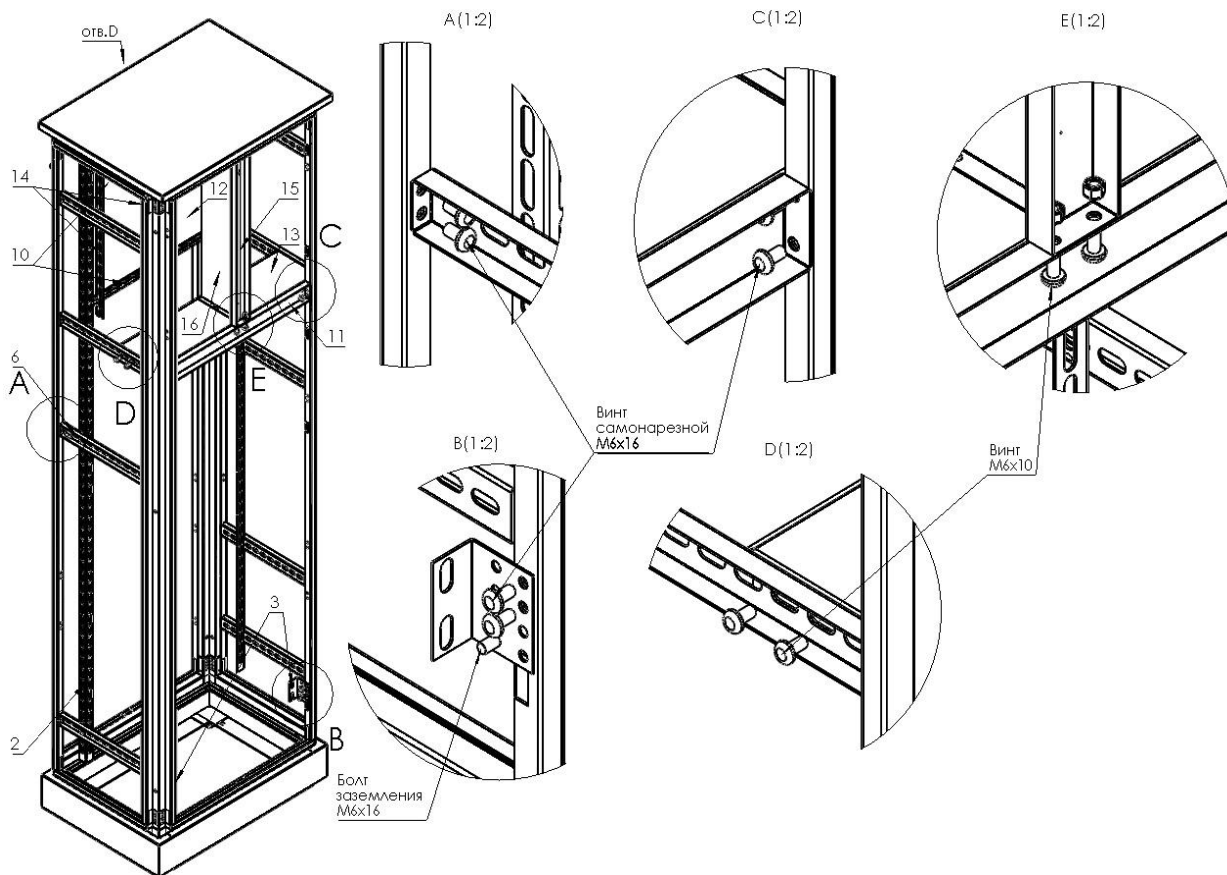

Рис. 2 Установка стяжек и уголков.
- 3) Установить стяжки **рис. 2 вид А** и уголки заземления **рис. 2 вид В**.
- 4) Установить на стяжки перфорированные монтажные уголки **рис. 2** болтами М8х10.
- 5) Установить на монтажные уголки, уголки крепления панели болтами М8х10, затем закрепить к ним панель и уголки для рубильника болтами М8х10 **рис.2**.
- 6) Установить перегородку **рис.2 вид С**. затем установить полку **рис.2 вид D**.
- 7) Установить вертикальную перегородку винтами М6х10 **рис.2 вид Е**,
затем закрепить полку разделения отсеков **рис.2**.